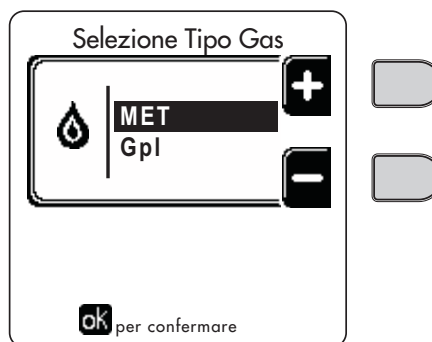

fig. 58 - Selezione tipo di gas
- Raggiungere la schermata visualizzata in fig. 58 navigando nel menù seguendo il percorso "MENU UTENTE ➔ Manutenzione ➔ Modalità Test ➔ Selezione Tipo Gas". Premere i tasti contestuali 1 e 2 per scegliere il tipo di gas. Confermare con il tasto OK.